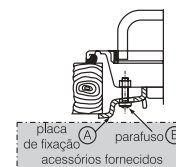

Figura 3
- as 2 placas de fixação A (fornecidas) (para cooktop de 1 e 2 bocas) com os 2 parafusos B (fornecidos)(veja Figura 3).
- as 4 placas de fixação A (fornecidas) (para cooktop de 4 bocas) com os 4 parafusos B (fornecidos)(veja Figura 3).